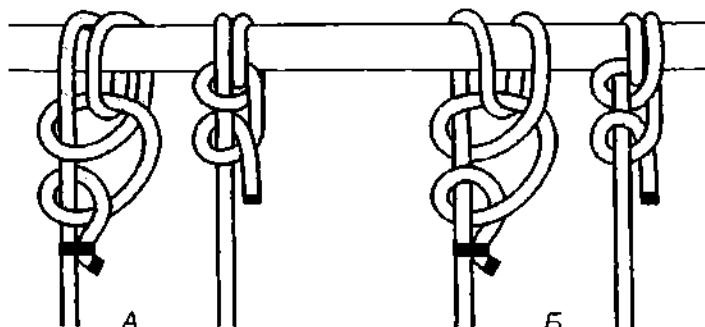

Рис. 540. Рыбацкий штык. А – правый рыбакский штык; Б – левый рыбакский штык, вид сзади.
*Рыбацкий штык* – это *кровавый узел* (*двойной простой узел*), завязанный на опоре с контрольными полуштыками, он же *гафельный узел* с контрольными полуштыками (рис. 540). *Рыбацкий штык* чрезвычайно прочный узел. Это один из самых лучших узлов для крепления каната к небольшим якорям. *Рыбацкий штык* можно вязать на любых по материалу и свойству тросах и даже на тонкой синтетической леске.